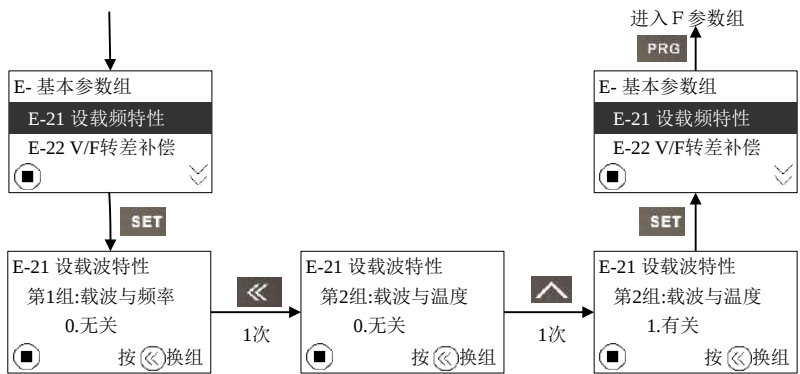

图 13 组操作界面流程
(3) 组操作界面流程：以功能代码 E-21 下载频特性为例来介绍，设置选择第 2 组 中的“1. 与输出温度有关”，具体操作如图 13 所示。